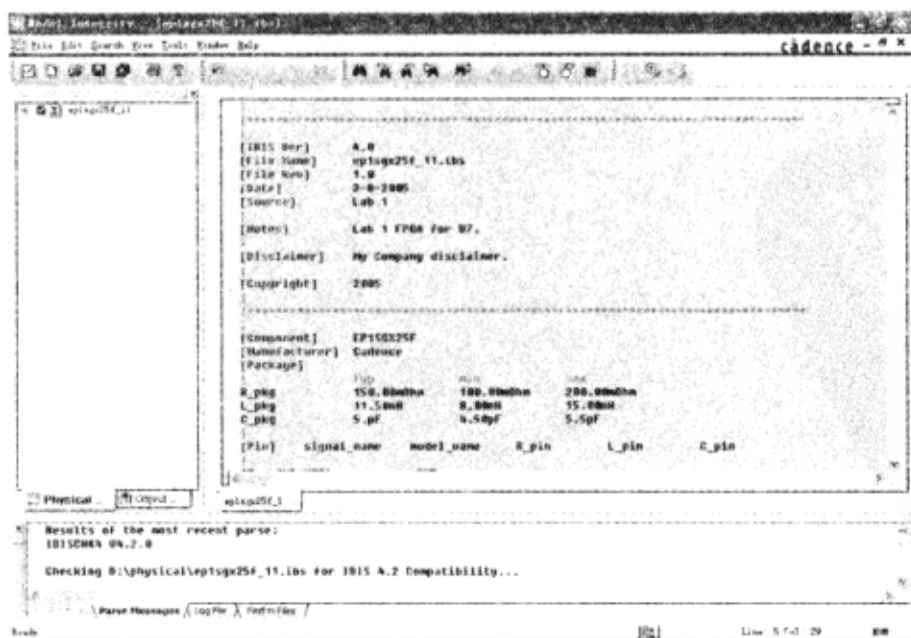

图 2-2-1 Model Integrity 的主界面
Model Integrity 可以通过开始菜单的快捷方式（在 Cadence 所在的目录下）直接打开或是在 Allegro PCB SI 的“Tools”→“Model Integrity”中引用。图 2-2-1 所示的是 Model Integrity 的主界面。
(1) 在程序文件夹中选择“Cadence”→“Release 16.3”→“Model Integrity”命令，弹出“Model Integrity”窗口，如图 2-2-1 所示。